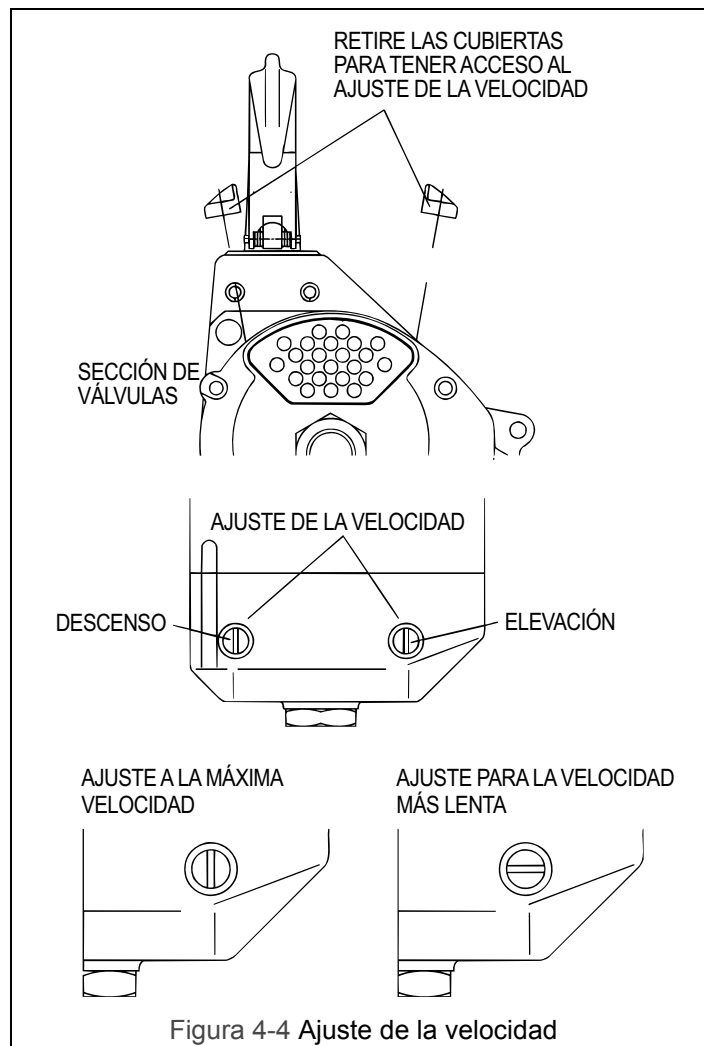

Figura 4-4 Ajuste de la velocidad
- 4.4.2 Para el control por tipo de cuerda, ajuste la velocidad variando la cantidad de fuerza que se ejerce en la cuerda. Consulte la Figura 4-4.
4.5.1 El polipasto/tecle de cadena está equipado con controles de ajuste de la velocidad. Los controles permiten que se puedan reducir las velocidades de elevación y descenso del polipasto/tecle de cadena para aquellas aplicaciones que requieren velocidades menores o un mejor control de la velocidad. Los controles de ajuste de la velocidad están ajustados de fábrica en la velocidad más alta. Los controles de ajuste de la velocidad están ubicados en la parte superior de la sección de válvulas del polipasto/tecle de cadena como se muestra en la Figura 4-4.
4.5.3 Para reducir las velocidades de elevación/descenso quite las cubiertas de ajuste de la velocidad para tener acceso a los tornillos de ajuste de velocidad como se muestra en la Figura 4-4. Las cubiertas pueden ser de plástico o de aluminio. Visto desde el lado de válvulas del polipasto/tecle de cadena, el tornillo de ajuste de descenso está en el lado izquierdo y el tornillo de ajuste de elevación está en el lado derecho. Los mecanismos de ajuste de elevación y descenso no están conectados, lo que permite hacer ajustes independientes para las velocidades de elevación y descenso.
4.5.4 Consulte la Figura 4-4 el polipasto/tecle de cadena está en la velocidad más alta cuando el tornillo está en la posición "vertical" y en la velocidad más baja cuando está en la posición "horizontal". El ajuste de la velocidad se puede hacer entre estas posiciones.